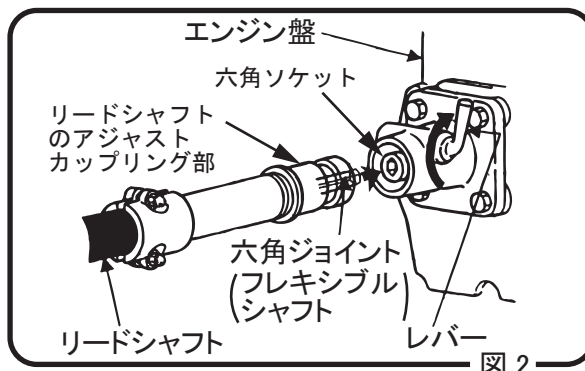

図 2
8.1.1 シャフトをエンジンに接続して下さい。接続はエンジンのカップリング部側面にあるレバーを回し、フレキシブルシャフトの六角ジョイント及びアジャストカップリングをエンジン盤の六角ソケット部に挿入し、レバーを元の位置へ戻して下さい。(図 2)